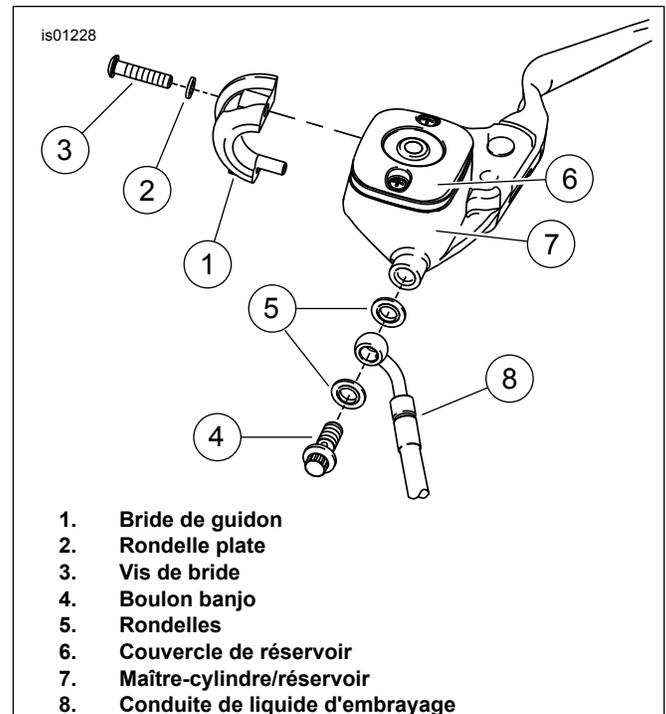

Figure 1. Ensemble de maître-cylindre/réservoir d'embrayage
2. Voir Figure 1. Tout en tenant un récipient sous l'ensemble conduite hydraulique/boulon banjo (4, 8), déposer le boulon banjo et laisser le liquide d'embrayage du réservoir se vider dans le récipient. Lorsque le réservoir semble vide, déposer le boulon banjo et la conduite hydraulique.